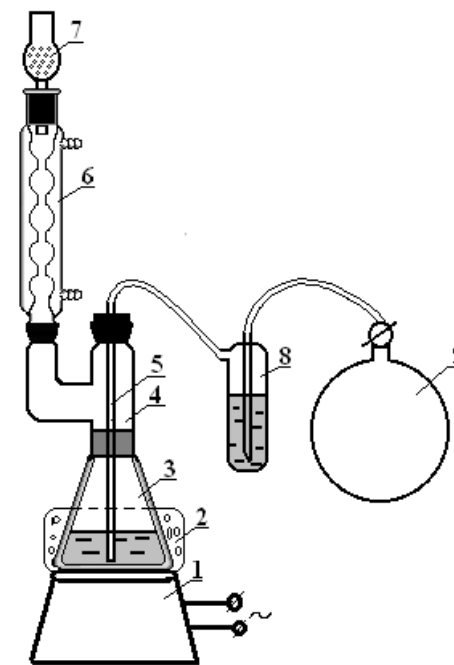

Рис. 5. Схема установки для получения соли бензойной кислоты:
Реакционную массу охлаждают смесью льда и поваренной соли, заменяют капельную воронку стеклянной трубкой (рис.5).
2. Установка для получения соли бензойной кислоты (рис.5)